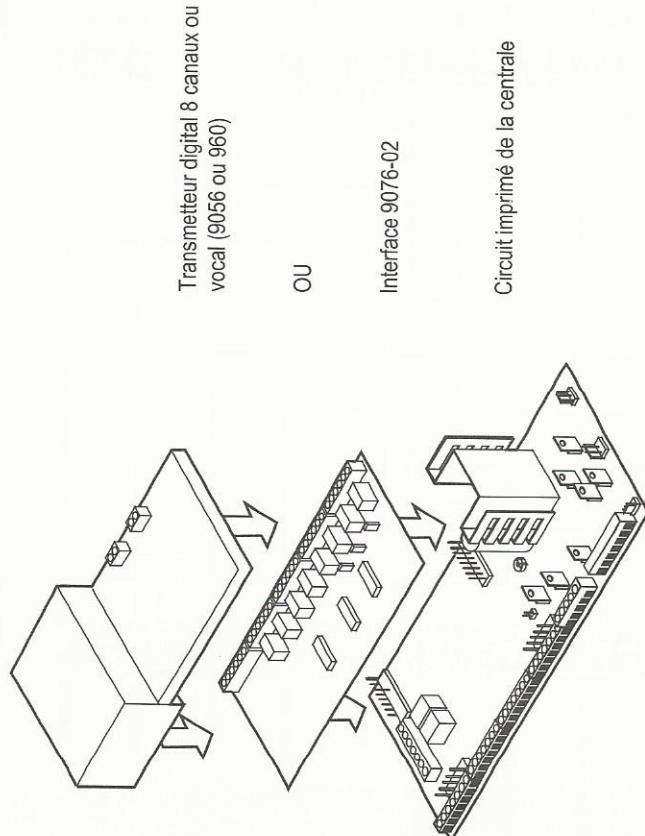

Figure 17. Orientation du transmetteur
2. Installer le transmetteur ou l'interface suivant les indications de la figure 17.